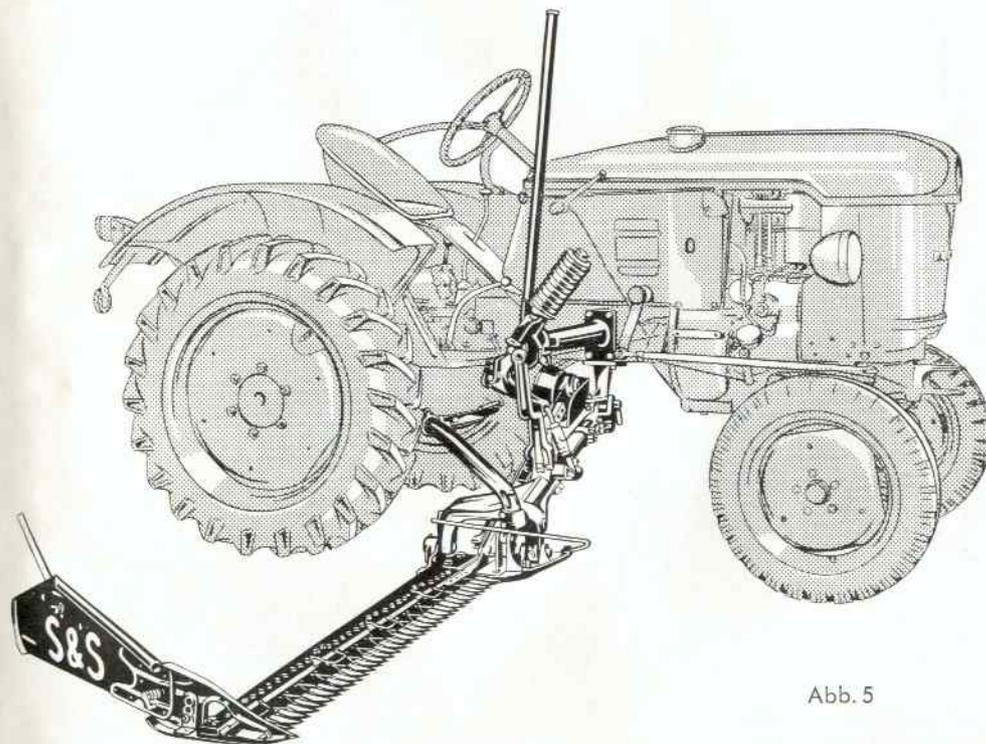

Abb. 5
7. Der **Mähbalken** wird in der üblichen Weise durch 2 Scharnierbolzen mit dem Scharnier verbunden und durch Splinte, die aufgebogen werden müssen, gesichert (Abb. 5).